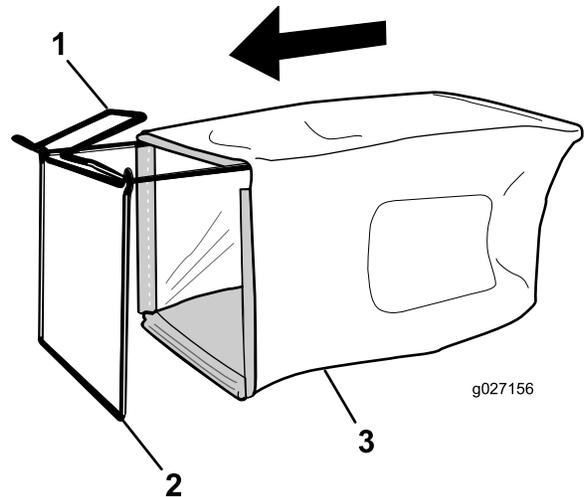

Figure 12
1. Glissez le bac sur l'armature, comme montré à la Figure 12.
**Remarque:** Ne faites pas passer le bac sur le guidon (Figure 12).